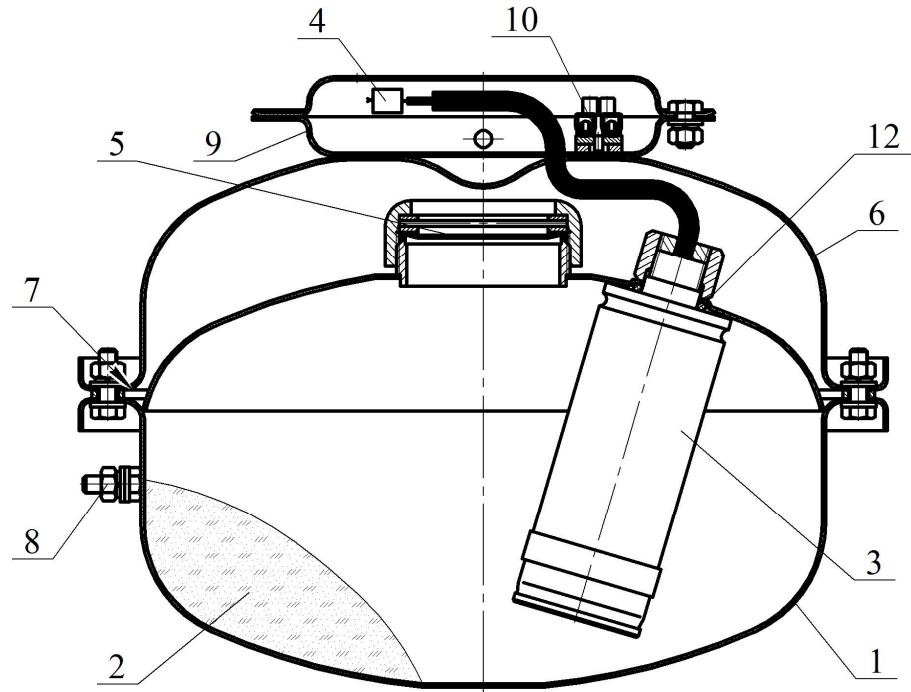
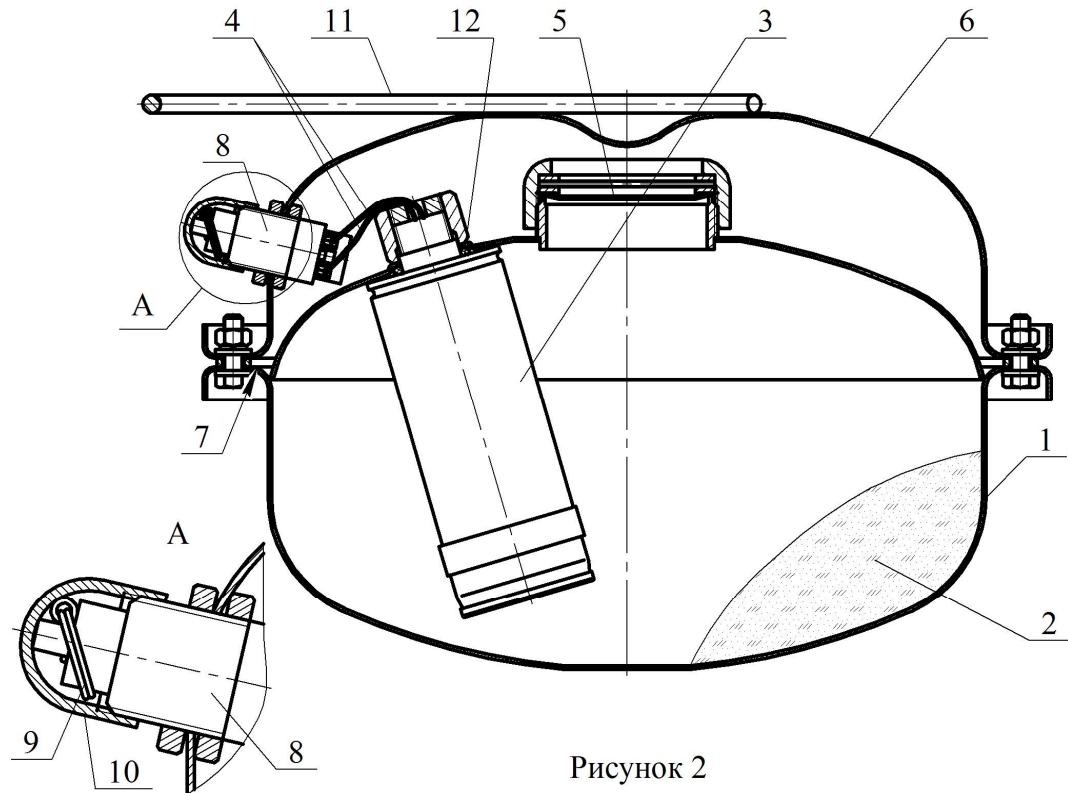
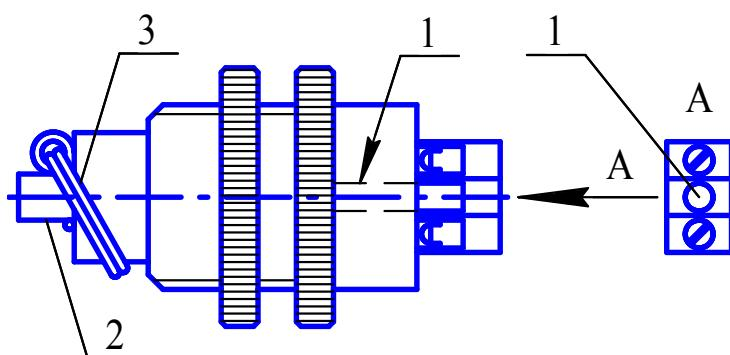

Рисунок 1
Рисунок 2
Рисунок 5
4.1.1 МПП (см. рисунок 1) состоит из корпуса **1**, в котором размещаются огнетушащий порошок (далее по тексту - ОП) **2** и источник холодного газа (далее по тексту - ИХГ) **3** с элементом электропусковым **4**. Сопловое отверстие для выхода ОП из корпуса перекрыто мембраной **5**. Со стороны соплового отверстия корпус **1** соединен с отражателем **6**. Насадок - распылитель **7** для выхода ОП представляет щелевой зазор между корпусом **1** и отражателем **6**. Модуль имеет заземляющий зажим **8**. На отражателе установлен фланец **9**, в котором для соединения выводов элемента электропускового с вводной цепью пускового устройства расположен зажим контактный-винтовой **10**. МПП снабжён кронштейном **11** для крепления к потолочному перекрытию, стене или полу.
4.2.1 МПП (см. рисунок 2) состоит из корпуса **1**, в котором размещаются ОП **2** и ИХГ **3** с элементом электропусковым **4**. Сопловое отверстие для выхода ОП из корпуса перекрыто мембраной **5**. Со стороны соплового отверстия корпус **1** соединен с отражателем **6**. Насадок - распылитель **7** для выхода ОП представляется щелевой зазор между корпусом **1** и отражателем **6**. На отражателе установлено устройство ручное пусковое **8**, которое имеет чеку **9** для запуска МПП и закрыто заглушкой **10**. МПП снабжён ручкой **11** для переноса и размещения модуля в зоне пожара.
- хранение МПП без заглушки **10** (см. рисунок 2);
6.1.2 Закрепить кронштейн 11 (см. рисунок 1) на потолке, стене, полу или иной несущей поверхности. Координаты отверстий в кронштейне, предназначенному для крепления МПП, показаны на рисунке 3.
6.2.2 Взять МПП за ручку **11** (см. рисунок 2), свободной рукой с устройства пускового ручного **8** снять заглушку **9** и извлечь чеку **10**.
- ИХГ-5(М)-01 СИАВ 066614.025.000 ТУ для МПП(Н)-5-И-ГЭ-У2, ИХГ-5(М)-02 СИАВ 066614.025.000 ТУ для МПП(Н-Т)-5-И-ГЭ-У2, ИХГ-5(М)-06 СИАВ 066614.025.000 ТУ для МПП(Н-Т1)-5-И-ГЭ-У2 (поз. 3 рисунок 1) или ИХГ-5(М)-05 СИАВ 066614.025.000 ТУ (поз. 3 рисунок 2) для МПП(Н-Р)-5-И-ГЭ-У2 – 1 шт.;
7.4 Для восстановления устройства пускового ручного после срабатывания МПП необходимо через отверстие **1** (см. рисунок 5) в основании устройства поднять шток **2** и закрепить чекой **3**. Для подъема штока **2** необходимо использовать незаостренный стержень диаметром 1,5…2 мм. После восстановления верхнюю часть узла активации закрыть заглушкой **10** (см. рисунок 2).